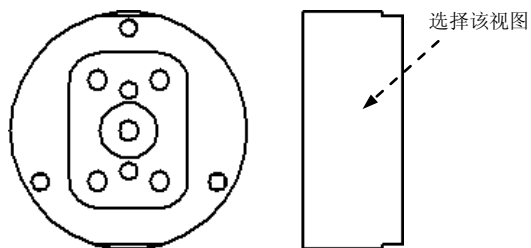
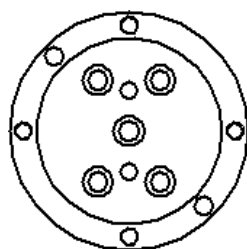
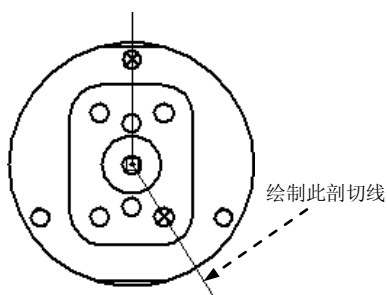

图 10.3.4 定义参照对象
图 10.3.5 创建投影视图
图 10.3.6 绘制剖切线
(1) 选择 **主页** 选项卡 **图纸视图** 区域中的  **主视图** 命令, 系统弹出“主视图”命令条。
(2) 在系统 **单击一个图纸视图** 的提示下, 单击图 10.3.4 所示的图纸视图, 然后在合适的位置处放置, 结果如图 10.3.5 所示。
(1) 删除视图。选择图 10.3.4 所示的图纸视图, 然后按 **Delete** 键将其删除。
(2) 创建切割平面。选择 **主页** 选项卡 **图纸视图** 区域中的  **切割平面** 命令, 系统弹出“切割平面”命令条。
(3) 单击图形区左边的基本图纸视图, 此时系统进入“切割平面线”绘制环境, 采用默认的直线工具绘制图 10.3.6 所示的直线作为剖切线。然后单击“关闭切割平面”按钮  返回到工程图环境。